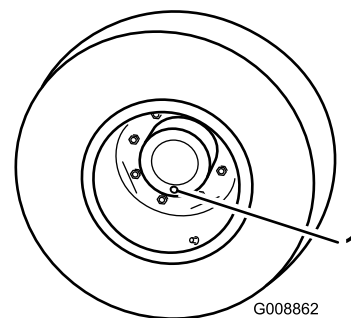

Bild 66
1. Stellen Sie die Maschine auf einer ebenen Fläche ab und positionieren Sie das Rad so, dass sich eine der Prüfschrauben in der untersten Stellung (6 Uhr) befindet (Bild 66).